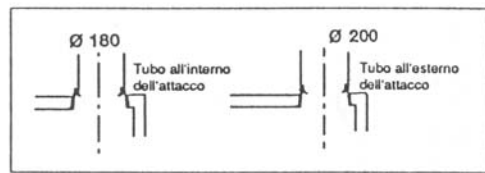

Fig. 9
- Posizionare l'interno nel focolare (v. paragrafo 5.8) e procedere all'inserimento del tubo nell'attacco dell'impianto (fig. 9).